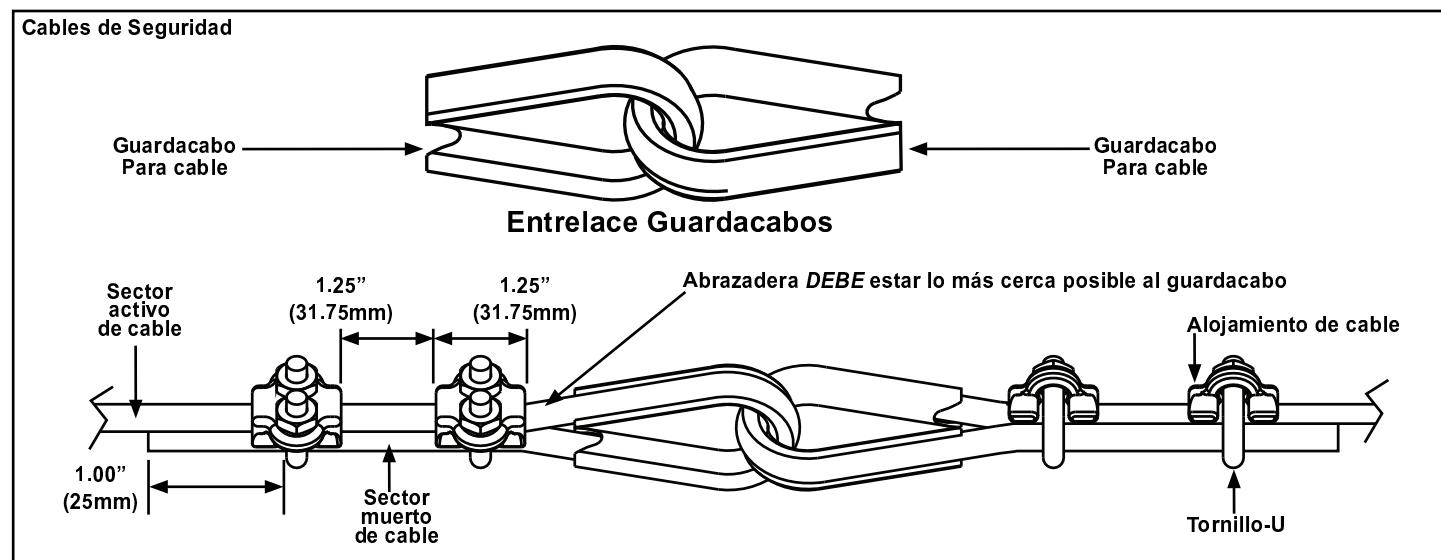

Figura 3-134
El método requerido para empalmar dos (2) cables juntos es enlazando guardacabos, usando el numero recomendado de prensa cables en cada lado. Vea Figura 3-134.
No empalme extremos de cables. Use método con guardacabos. Vea Figura 3-134.
- Paso 1. Enlace guardacabos. Ver Figura 3-134.
- Paso 2. Pase un excedente mínimo de 4 .00" (100 mm) de cable $\frac{1}{4}$ " por el guardacabo como se muestra en la Figura 3-134 abajo.